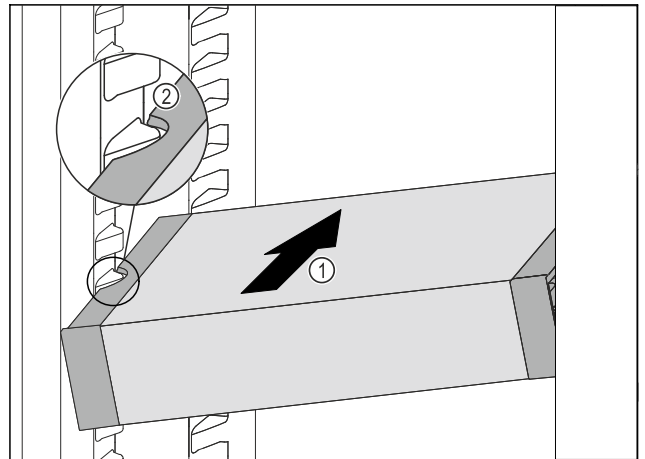

Fig. 114
- ▶ Вставити висувний ящик VarioSafe під кутом в охолоджувальне відділення Fig. 114 (1), доки бокові поглиблення Fig. 114 (2) VarioSafe не будуть розташовуватися на рівні ребра для ємності в охолоджувальному відділенні.